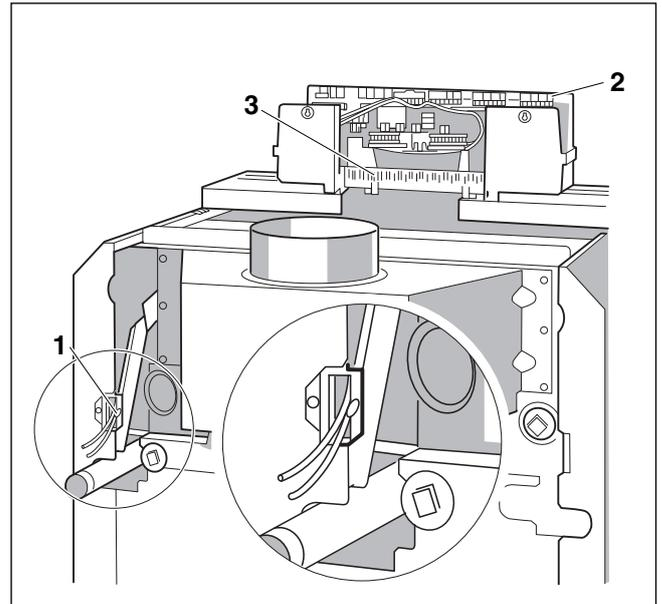

Рис. 13 Кабельный ввод и штекерные соединения
► Электрические соединительные провода заказ-чика и соединительный провод от системы контроля дымовых газов провести к системе управления снизу через кабельный ввод (→ рис. 13, [1]).
► Электрические подключения к штекерам системы управления (→ рис. 13, [2]) выполнять согласно прилагаемой схеме (→ рис. 13).